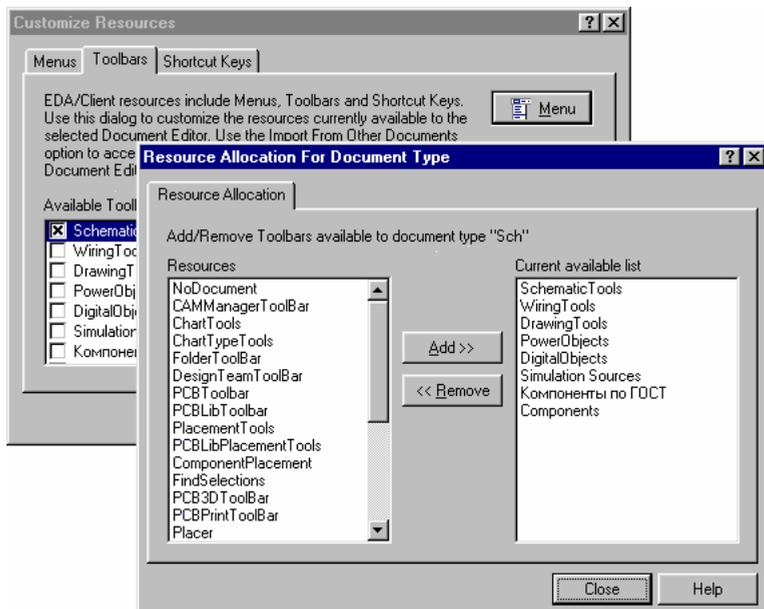

Рис. 2.44. Подключение панели инструментов отладки макросов.
3. В открывшемся окне **Resource Allocation For Document Type** (рис. 2.44) в левом списке **Resources** следует выбрать пункт **MacroDebugTools** и нажать кнопку **Add**. После этого панель управления **MacroDebugTools** окажется в списке справа, где отображаются доступные в настоящий момент панели инструментов.